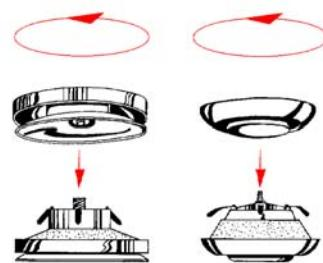

Fig. 8
4. Rengjøring av tilluft- og avtrekksventiler (etter behov) Fig. 8
4. Rengöring av till- och frånluftsdon (efter behov) Fig. 8